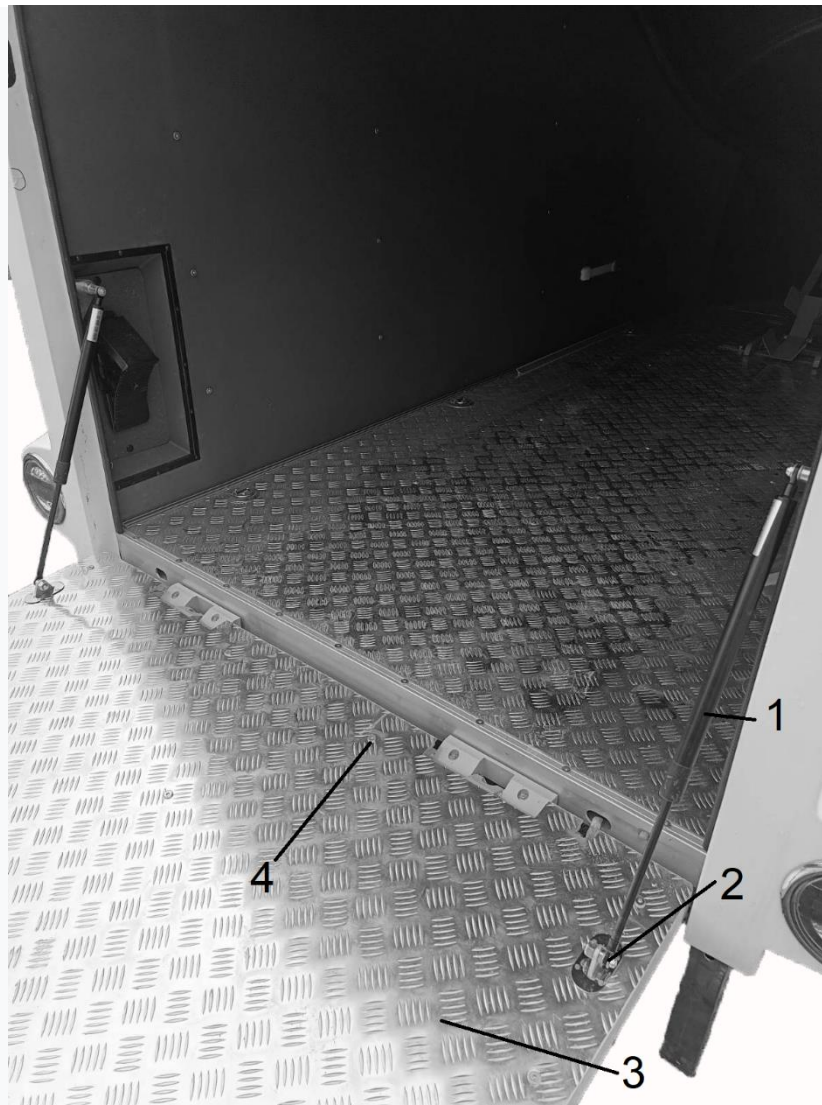
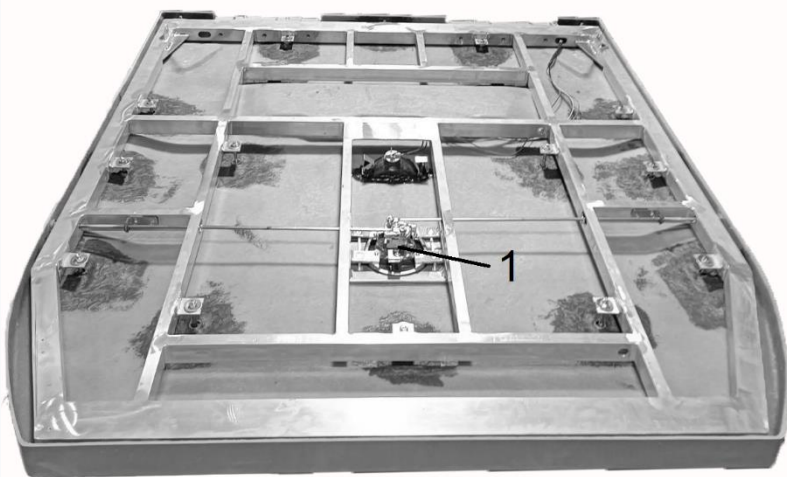

Рис. 5.12
Рис.5.13
- 1 відкрутити дві газові пружини(1) від петель(2) (рис. 5.12);
- 2 відкрутити гвинти(4) які кріплять фанеру/перфорований алюмінієвий лист(3) та зняти їх (рис 5.12);
- 3 знайти збірний вузол модулю замка(1) (рис. 5.13);